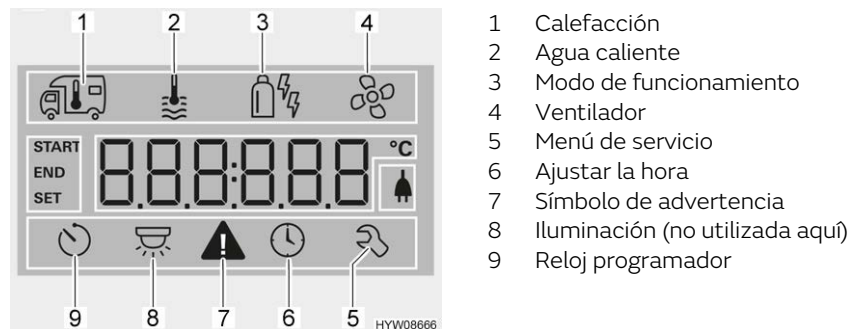

Fig. 213 Display (unidad de mando)
- Girar el pulsador giratorio (Fig. 212,6) hasta que parpadee el símbolo de menú Calefacción (Fig. 213,1).
- Girar el pulsador giratorio (Fig. 212,6) hasta que parpadee el símbolo de menú Agua caliente (Fig. 213,2).
- Girar el pulsador giratorio (Fig. 212,6) hasta que parpadee el símbolo de menú de modo de funcionamiento (Fig. 213,3).
- Girar el pulsador giratorio (Fig. 212,6) hasta que parpadee el símbolo de menú Ventilador (Fig. 213,4).
- Girar el pulsador giratorio (Fig. 212,6) hasta que parpadee el símbolo de menú Reloj programador (Fig. 213,9).
- Pulsar el pulsador giratorio. El reloj programador estará activado. El símbolo Reloj programador (Fig. 213,9) parpadeará si el reloj programador está programado y activo.
En caso de una advertencia, parpadeará el símbolo de advertencia (Fig. 213,7). La calefacción continuará funcionando. Si sólo se trata de una avería temporal, el símbolo de advertencia se apagará automáticamente.